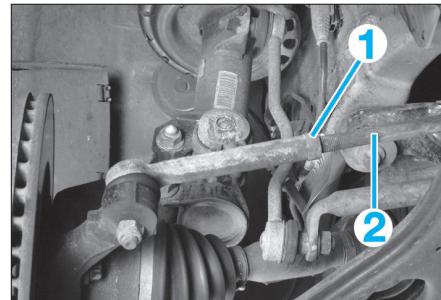

FIG. 1
*Le parallélisme se règle par l'allongement ou le raccourcissement symétrique de la longueur des bielles de direction (2) (fig. 1), après avoir effectué les vérifications préliminaires habituelles et installer le véhicule sur un banc de contrôle de géométrie des trains.*
- Desserrer le contre-écrou (1) en tenant la bielette (2).
- Tourner la bielette de direction (2) pour régler le parallélisme.